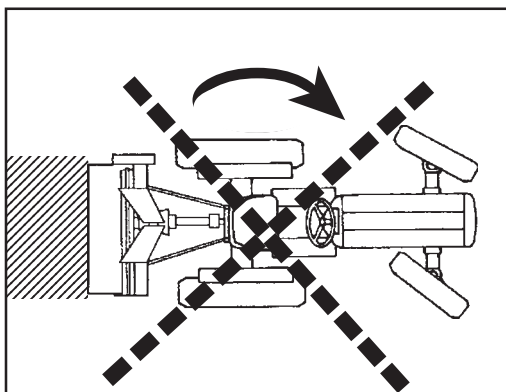
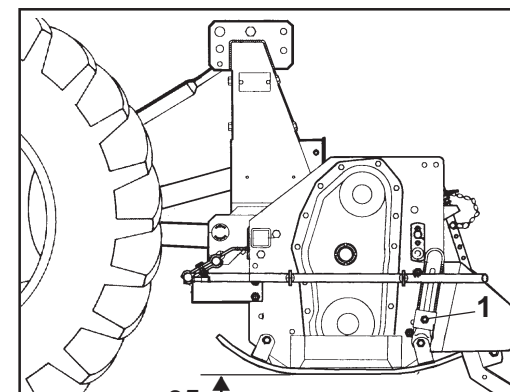

Fig. 12
Fig. 14
Evitare di far girare a vuoto (fuori del terreno) la zappatrice. Durante il lavoro evitare di effettuare curve con la macchina interrata, ne tantomeno lavorare in retromarcia (Fig. 12, 13). Sollevarla sempre per i cambiamenti di direzione e le inversioni di marcia. Durante il trasporto, od ogni qualvolta si renda necessario il sollevamento della zappatrice, è opportuno che il gruppo di sollevamento del trattore venga regolato in modo che la zappatrice stessa non sia sollevata da terra per più di 35 cm circa (Fig. 14). Evitare di immettersi su strade pubbliche con la macchina sporca di terra, erba o quant'altro che produca sporizia e/o intralcio al traffico stradale.
Never allow the steering hoe to operate out of the soil. During work, avoid turning corners while the implement is soil working. Never work in reverse (Fig. 12, 13). Always raise the implement in order to reverse or change direction.
During transport, or whenever the implement must be raised, it is advisable to adjust the lift unit of the tractor so that the implement itself is not raised more than about 35 cm from the ground (Fig. 14).
Vermeiden Sie es, die Hackfräse unbelastet (außerhalb der Erde) laufen zu lassen. Wenn das Gerät unterirdisch arbeitet, keine Kurven fahren und auch nicht rückwärts fahren (Abb. 12, 13). Das Gerät zum Ändern der Richtung und zum Wenden immer ausheben. Während des Transportes, jedesmal wenn das Ausheben des Gerätes erforderlich wird, sollte der Kraftheber des Schleppers immer so eingestellt werden, daß das Gerät nicht mehr als circa 35 cm Abstand vom Boden aufweist (Abb. 14).
Évitez de faire tourner l'appareil à vide (hors du sol). Pendant le travail évitez les virages quand la houe est enterrée ou bien en marche arrière. Relevez toujours l'appareil lors des changements de direction et des inversions de marche (Fig. 12, 13). Pendant le déplacement et chaque fois qu'il faut relever la houe, veillez à ce que le groupe de relevage du tracteur soit réglé de manière à la soulever au moins de 35 cm (Fig. 14).
Evitar hacer girar en vacío (no apoyada sobre el terreno) la binadora. Durante el trabajo evitar efectuar curvas con la máquina enterrada y no trabajar marcha atrás. Alzarla siempre para cambiar de dirección y para las inversiones de marcha (Fig. 12, 13).
Durante el transporte, cada vez que se hace necesario alzar el equipo, es conveniente que el grupo de elevación del tractor se regule en modo tal que el equipo mismo no se alce desde el suelo más de 35 cm aprox. (Fig. 14). Evitar el ingreso en carreteras públicas con la máquina sucia de tierra, hierba o todo otro elemento que produzca suciedad y/o obstruya el tráfico de la carretera.
**Zappatrici con slitte:** per regolare la profondità nelle zappatrici con slitte, è necessario allentare la vite di registro (1 Fig. 14), alzare o abbassare la slitta nella posizione desiderata, riavvitare poi la vite di registro. Questa operazione va effettuata su tutte e due le slitte e varia a seconda del terreno.
**Machine with skids:** *to adjust working depth on this type of machine you must loosen the adjustment screw (1 Fig. 14) and raise or lower the skid the desired amount. Then retighten the screw. Both skids should be subjected to this operation which will vary according to the type of soil.*
**Maschine mit Schlitten:** um die Arbeitstiefe der Maschine mit Schlitten zu bestimmen, ist es notwendig die Stellschraube zu lockern (1 Abb. 14), den Schlitten im gewünschten Maße zu heben oder zu senken, und die Stellschraube wieder anzuziehen. Dieser Vorgang ist auf beiden Kufen vorzunehmen und hängt von der Bodenbeschaffenheit ab.
**Machine avec patins:** *pour régler la profondeur sur les machines avec patins, desserrer la vis de réglage (1 Fig. 14), soulever ou abaisser les patins à la mesure désirée et revisser la vis de réglage. Cette opération doit être effectuée sur les deux patins et varie selon le sol.*
**Máquinas con correderas:** para ajustar la profundidad en las máquinas con correderas, hace falta quitar el perno de registro (1 Fig. 14), subir o bajar las correderas de la misma deseada y volver a introducir el perno en su agujero. Esta operación se efectúa sobre ambas correderas y varía de acuerdo al terreno.